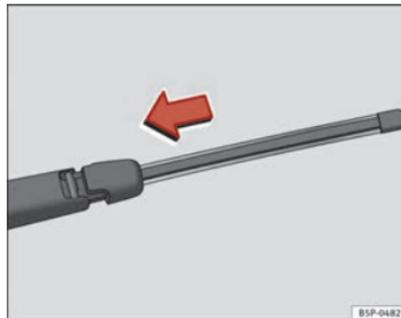

Fig. 143 Colocar la escobilla de limpiacuneta ▶
- Sitúe la escobilla, tal como se indica en la ⇒ fig. 143 y deslice el adaptador hasta que encastre.